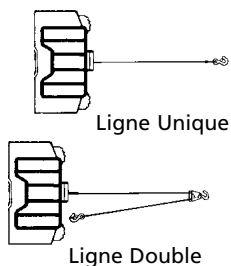

Figure 2
** Toutes les charges sont pour un fonctionnement à câble unique. Le fonctionnement à câble double avec un palan augmente la capacité du treuil approximativement du double. (Voir la Fig. 2.)
1. La capacité de charge de travail maximale se trouve sur la couche de câble métallique située le plus près du tambour. **NE SURCHARGEZ PAS LE TREUIL. N'ESSEYER PAS DES TRACTIONNEMENTS PROLONGÉS AVEC DES CHARGES LOURDES.** Les surcharges peuvent endommager le treuil et/ou le câble métallique et créer des conditions de fonctionnement dangereuses. **POUR TOUTE CHARGE SUPÉRIEURE À 454 KILOS (1000 LIVRES), NOUS VOUS CONSEILLONS D'UTILISER LE PALAN FACULTATIF AFIN D'AVOIR UNE LIGNE DOUBLE DE CÂBLE MÉTALLIQUE (Fig. 2).** Ceci réduit d'environ 50% la charge sur le treuil et le stress sur le câble métallique. Attachez le crochet à une partie porteuse. **Le moteur du véhicule doit tourner pendant l'opération de treuillage.**